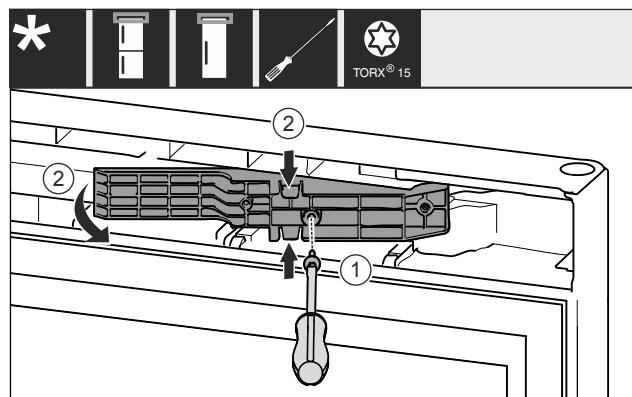

Fig. 12 *
- С отвертка T15 развийте винтовете. Fig. 12 (1)*
- Изтеглете адаптерния елемент. Fig. 12 (2)*